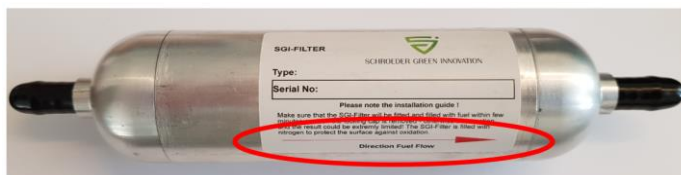

Рис. 3. SGI-фильтр: обратите внимание на направление потока топлива
- Убедитесь, что после установки стрелка на SGI-фильтре указывает в направлении потока топлива к двигателю, как показано на Рис. 3